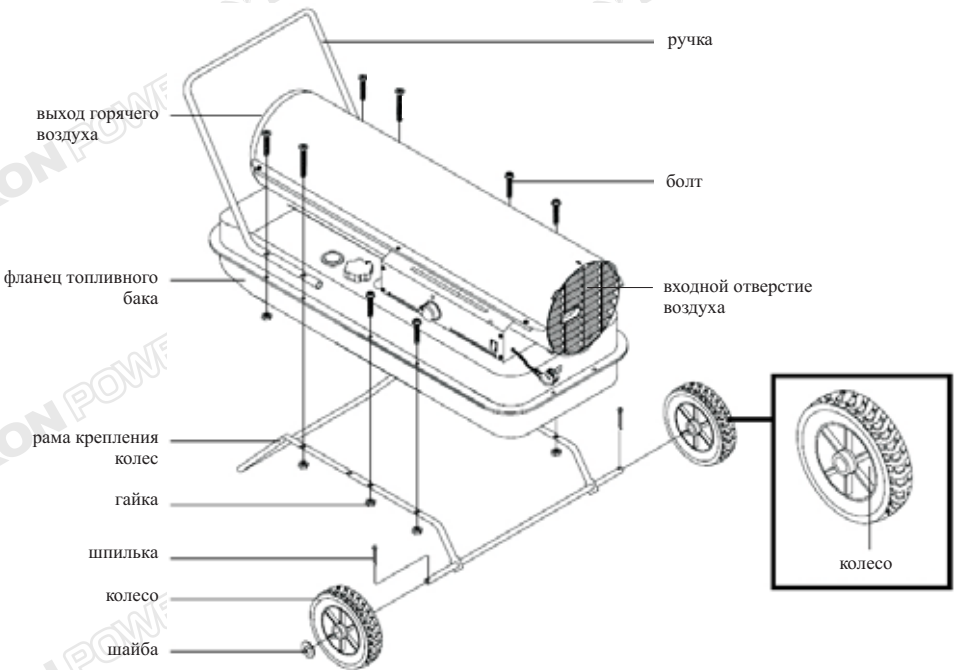

Рис. 4 Сборка колес и ручек для моделей P-3000E-T/ P-5000E-T
- При установке колес удлиненные стороны втулок должны быть направлены к раме крепления колес (см. рис. 4)